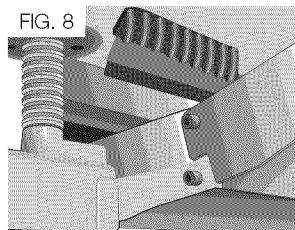

FIG. 8
7. Installer la vis la plus petite dans le trou fileté inférieur sur le côté de la base. Utiliser le tourne-à-gauche pour bien serrer la vis (fig. 8, 9).
8. Enfoncer la goupille supérieure jusqu'à ce qu'elle affleure la base et faire glisser l'orifice supérieur de la table sur la goupille, puis relâcher la goupille pour permettre l'enclenchement (fig. 8, 9).